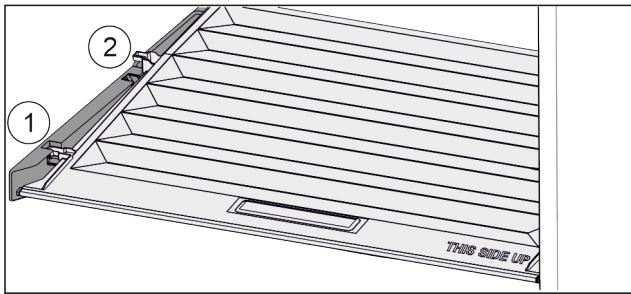

Fig. 99
- ▶ Deckel bis zur Öffnung in den Halteteilen nach vorne ziehen Fig. 99 (1).
- ▶ Hinten von unten anheben und nach oben wegnehmen Fig. 99 (2).